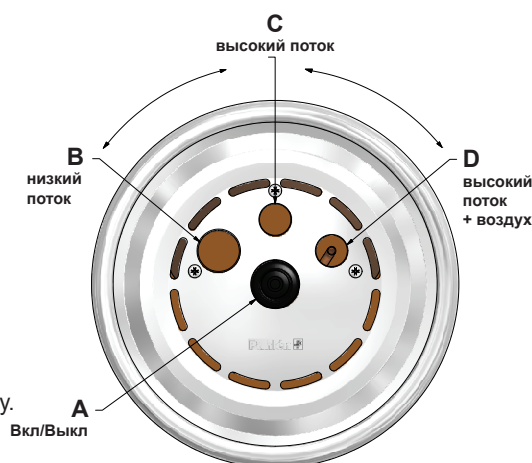

Рис.1.
8. Проверьте, что направление вращения электромотора совпадает с направлением вращения указанным на корпусе насоса. Откройте вентили. Полностью заполните насос водой перед запуском при помощи стартовой кнопки (А рис.1) на панели из нержавеющей стали.
9. Вращая лицевую панель Jet Swim можно регулировать струю (рис.1).
Jet Swim-насос запускается и останавливается при помощи воздушного импульса с использованием стартовой кнопки (А), панель из нерж.стали, см. рис. 1.
Вращая лицевую панель Jet Swim можно регулировать струю (рис.1) :